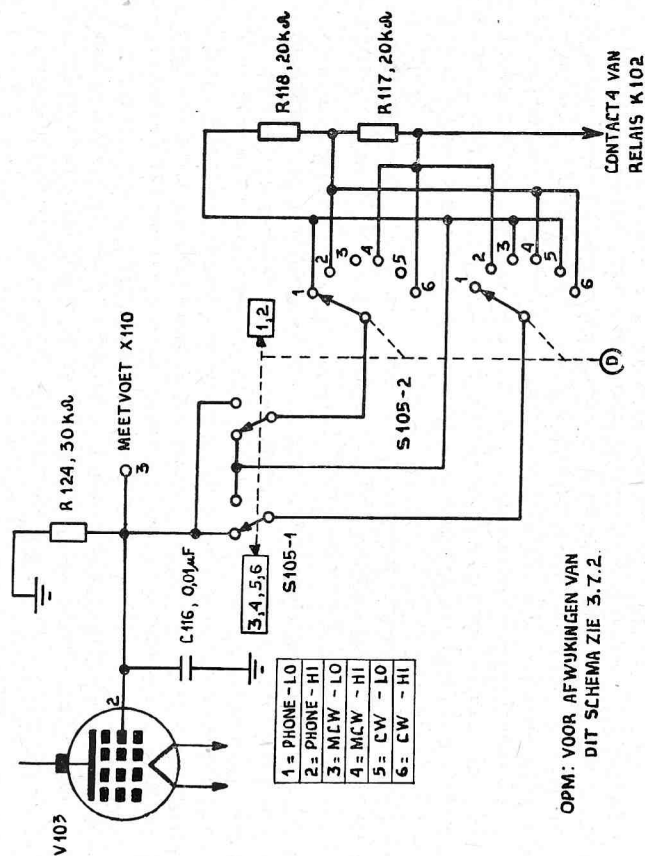

Fig. 40. Spanningsdelerschakeling, vereenvoudigd schema
3.3.10 Spanningsdelerschakeling voor het schermrooster van V103 (zie fig. 40).